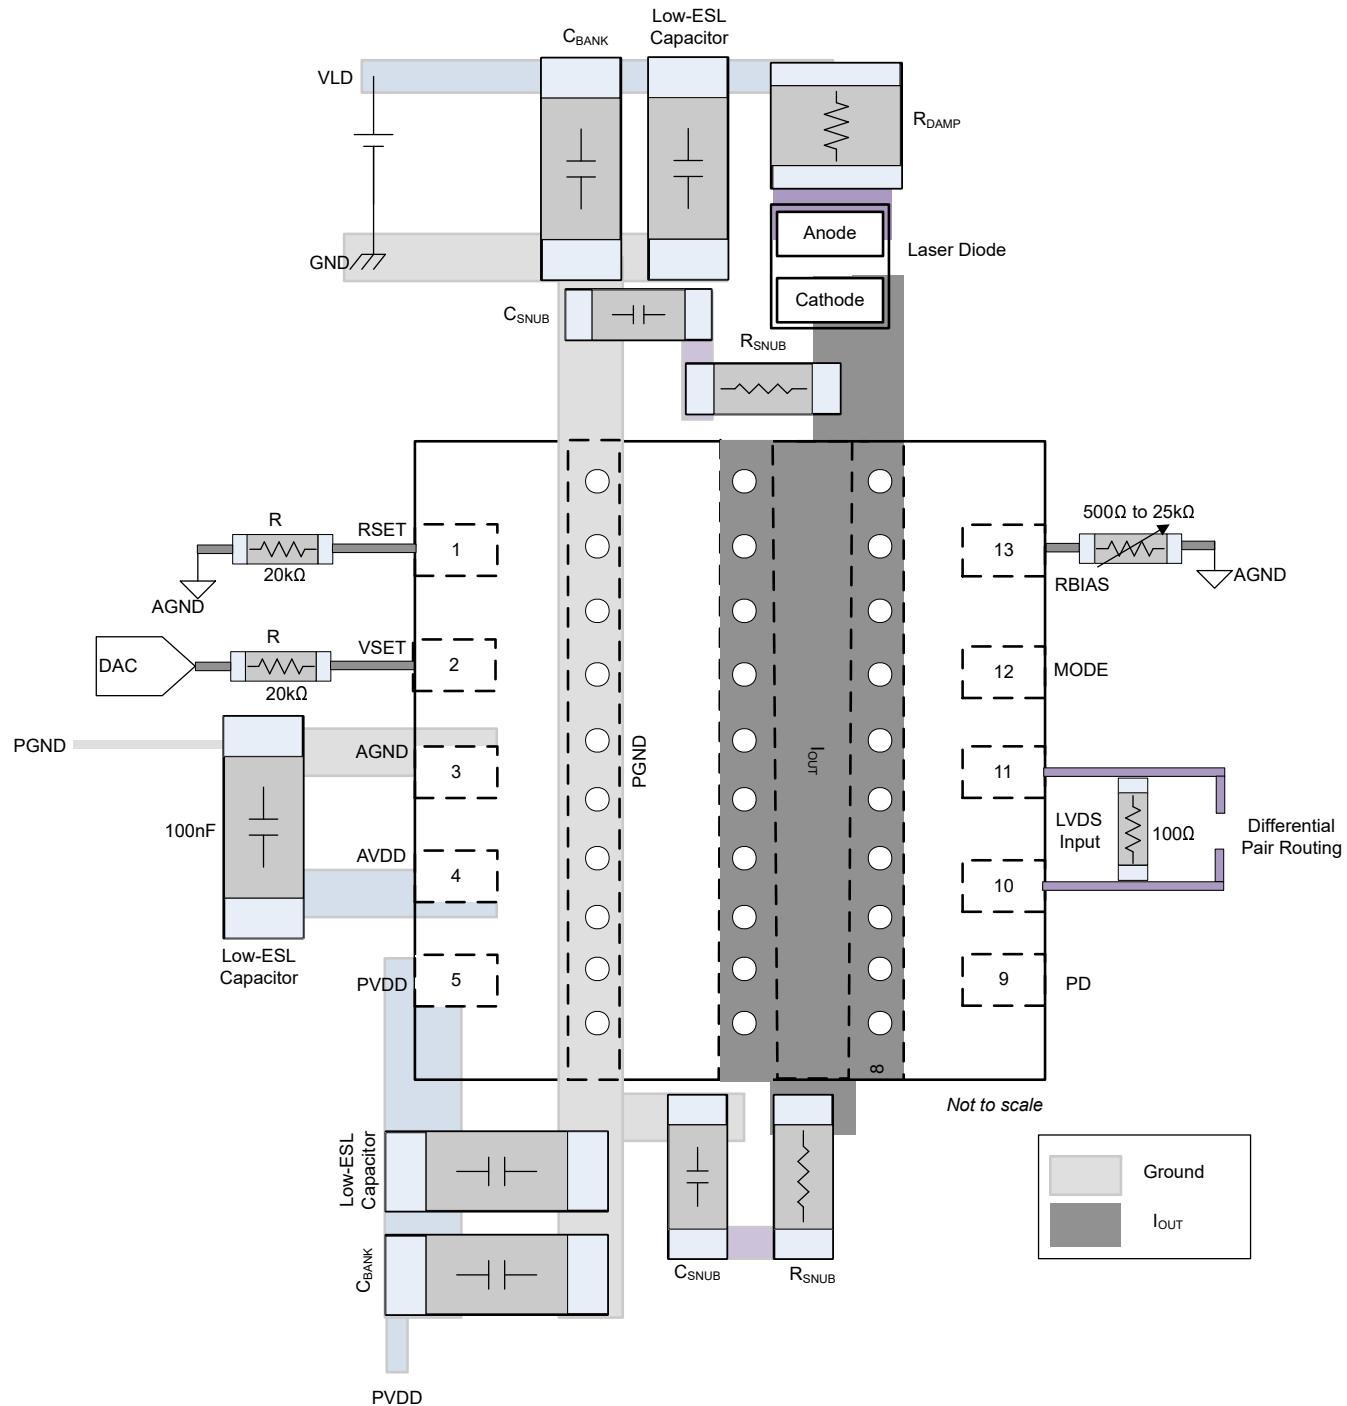
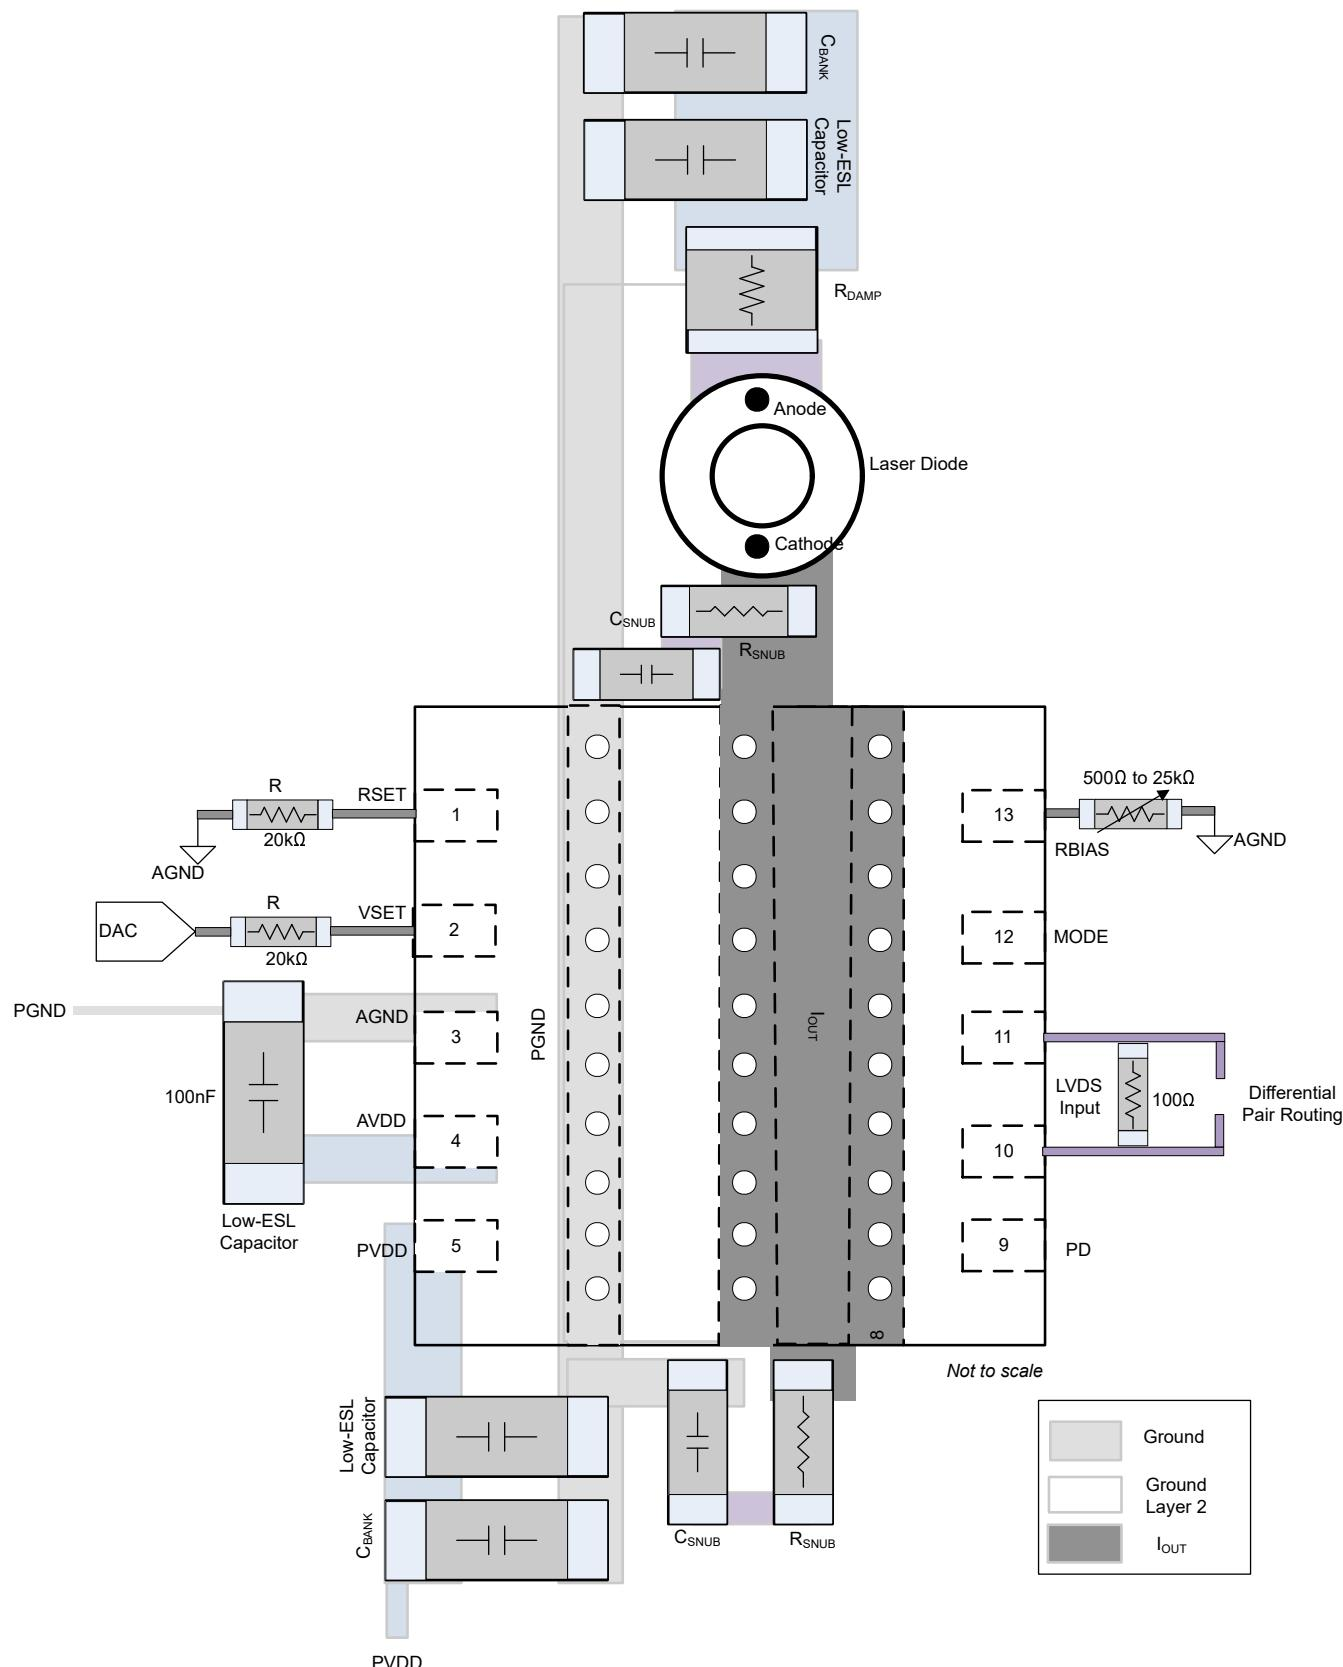

図 7-6. レイアウト例—SMD パッケージ
図 7-7. レイアウト例—TO220 パッケージ
立ち上がり時間とオーバーシュートのバランスを適切に保つために、RSNUB を微調整します。スナバを最も効果的にするために、IOUT の両側にスナバを追加します (図 7-6 および 図 7-7 を参照)。
- ループを最小化できない場合は、VLD  $C_{BANK}$  の to および return 部分をまたいで配線します。PCB の最上層と 2 番目の層を使用してこの配線は、電流を反対方向に流すことで達成されています。このレイアウト技術により、共通ソース・インダクタンスを低減できます(図 7-7 こちらも参照)。